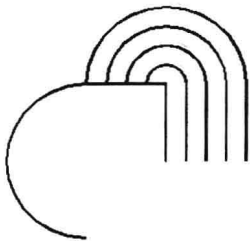
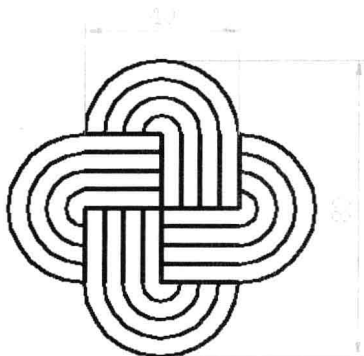

图 4-4-9
图 4-4-10
(5) 用同样的方法绘制多段线，如图 4-4-9 所示。再用偏移命令创建新的轮廓线，最终效果如图 4-4-10 所示。